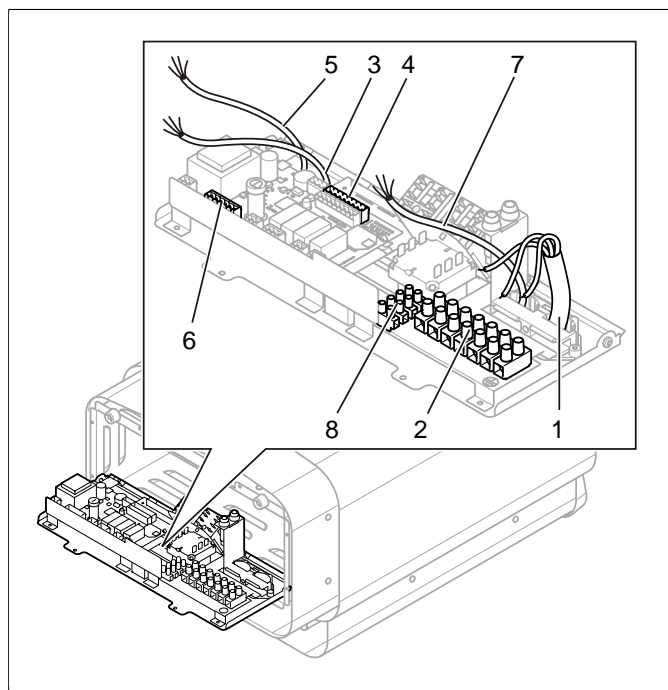

Рисунок 9: Монтажная плата
Подключите провод (1) к соединению (2) (см. **Рисунок 9**, страница 5) согласно схеме соединений (см. Раздел **Подключение/Схема соединений**, страница 9).
4. Подключите кабель панели управления (3) к клеммного соединения(4) (см. **Рисунок 9**, страница 5) в соответствии с схемой соединений (см. Раздел **Подключение/Схема соединений**, страница 9).
5. Подключите кабель датчика (5) в клеммном соединении (6) (см. Раздел **Подключение/Схема соединений**, страница 9) в соответствии с схемой соединений (см. Раздел **Подключение/Схема соединений**, страница 9).
6. Подключите провод к соединению (7) см. **Рисунок 9**, страница 5 к клеммнику (8) согласно схеме соединений **Рисунок 19**, страница 9.